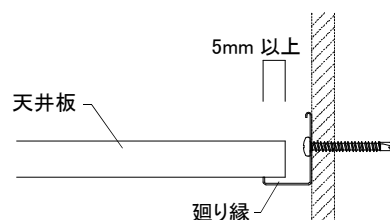

図2-8-1 天井板を片寄せした場合 (Hバー受け方向)
①Hバーを天井板の長さに合わせてカットする。なお、Hバー、天井板ともに、落下防止のため、片寄せした場合でも5mm以上の載せ代が確保されるよう注意すること。(図2-8-1 参照)